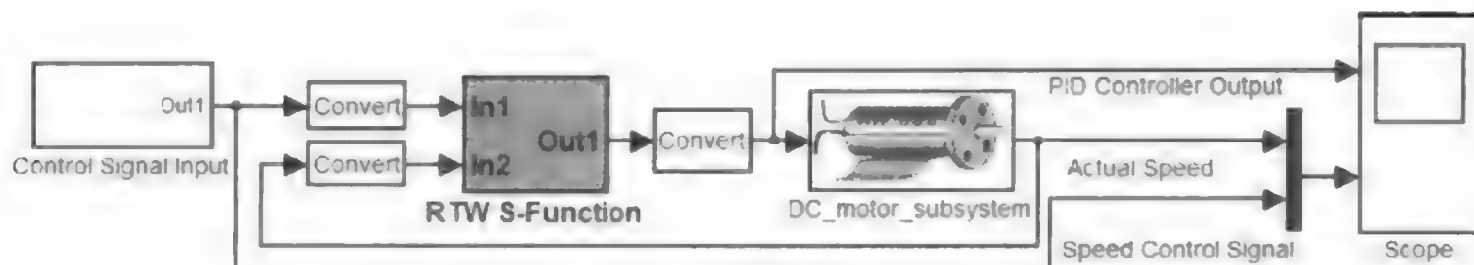

图 9.7.5 SIL 验证模型
(3) 保存设置后单击 按钮生成 SIL 模块。用生成的 SIL 模块替换原模型中的 PID Controller 模块,实现软件在环测试,如图 9.7.5 所示。